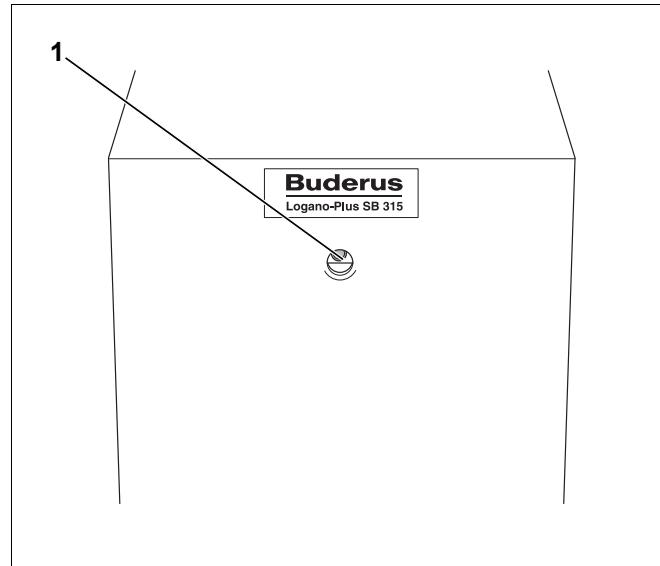

Рис. 3 Кнопка подавления помех со встроенной сигнальной лампочкой
- При возникновении неисправности горелки на Logano plus SB315 VM загорается сигнальная лампочка на горелке (рис. 3, **поз. 1**) и на системе управления, а также неисправность будет показана на дисплее системы управления.
- Нажмите кнопку подавления помех (рис. 3, **поз. 1**) на газовой горелке предварительного смешивания.